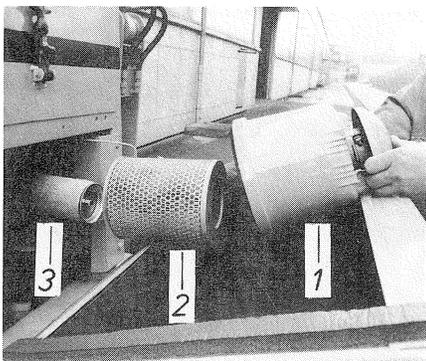

FIG. 51
- Quand, après ces travaux, le témoin rouge de colmatage apparaît à nouveau, remplacer également la cartouche de sécurité fig. 51/3 .